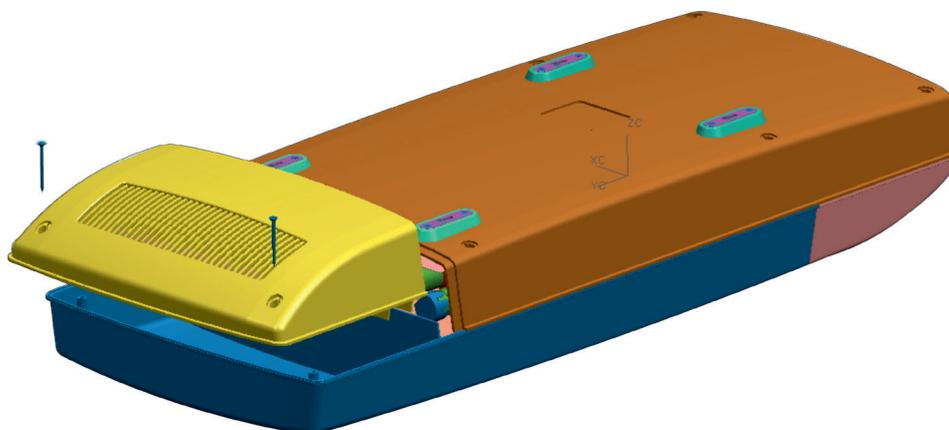

Рис.7
- вывернуть два винта соединяющие вставку панели с корпусом рециркулятора (рис. 7);
- вывернуть два винта соединяющие рамку с корпусом рециркулятора (рис.7а) и вынуть использованный фильтр, соблюдая правила обращения с инфицированными материалами.
Рис.7а
- ввернуть два винта), соединяющие вставку панели с корпусом рециркулятора (рис. 7)